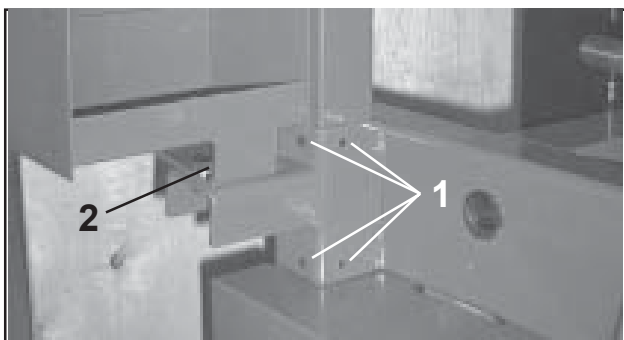

Fig. 3.1.2
F. Montieren Sie die Ablage mit den beiden Schrauben und Muttern mit Unterlegscheiben (2 Abb.3.1.2) an der Unterseite. Den entsprechenden Stützbügel auf der linken Seite der Reifenwechselmaschine montieren.
G. Die vier kopflosen Schrauben lösen (1 Abb.3.1.2) um die Kolonne der Bedieneinheit freizugeben. Bis auf die gewünschte Arbeitshöhe schieben und mit den Schrauben wieder blockieren.
- F. Fit the tool box using the two screws with bolts with nuts and washers (2 Fig.3.1.2) in their lower ends. Fix to the supporting bracket provided on the left-hand side of the tire changer.
- G. Undo the four grub screws (1 Fig.3.1.2) to release the column from the control unit. Lift it to the required height and re-tighten the screws to lock it in the working position.
- F. Monter le porte-objets en utilisant les deux vis, les écrous et les rondelles (2 Fig.3.1.2) présents dans la partie inférieure. Fixer sur le support prévu sur le côté gauche du démonte-pneus.
- G. Dévisser les quatre vis sans tête (1 Fig.3.1.2) pour libérer la colonne de l'unité de commande. La lever jusqu'à la hauteur souhaitée puis revisser les vis pour la bloquer en position de travail.